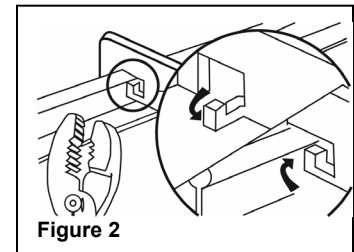

Figure 2
4. Locate the T-bar slots near the ends of the bar hangers, bend the tabs out at a 45-degree angle from the bar hanger at each end. Snap the bar hangers over the ceiling T-bars for a secure fit. (See Figure 2.)
4. Repérer les fentes pour plafond en T près des extrémités des barres de suspension, plier les pattes d'ancrage formant un angle de 45 ° avec la barre de suspension, à chaque bout. Enclipser les barres de suspension sur les profilés en T et assujettir solidement. (Voir la Figure 2)